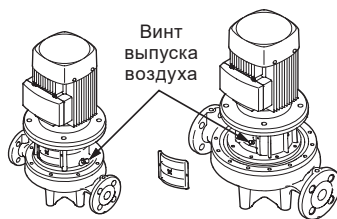

Рис. 23 Винт выпуска воздуха
1. Закрывать запорный клапан на стороне нагнетания насоса и открыть винт выпуска воздуха в промежуточном корпусе насоса, как показано на рис. 23.
2. Отвернуть винт выпуска воздуха, как показано на рис. 23.
3. При пуске из насоса нужно удалить воздух, вывинтив для этого расположенный в промежуточном корпусе насоса винт выпуска воздуха до тех пор, пока из отверстия для выпуска воздуха не потечет рабочая жидкость, как показано на рис. 23.